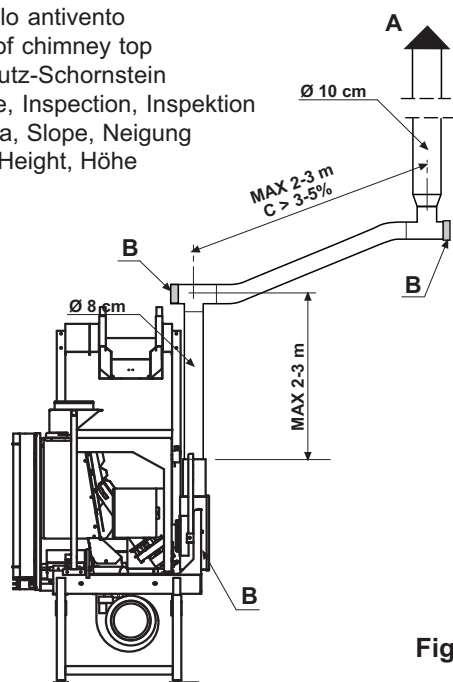

Fig. 5.4.1
- I tubi da utilizzare per lo scarico dei fumi devono essere rigidi in acciaio alluminato verniciato (spessore minimo 1,5 mm) o in acciaio inox (spessore minimo 0,5 mm) con diametro nominale di 8 cm con guarnizioni (fino a 5 metri di percorso) o di 10 cm con guarnizioni (con percorsi superiori a 5 metri) (Fig. 5.4.1).